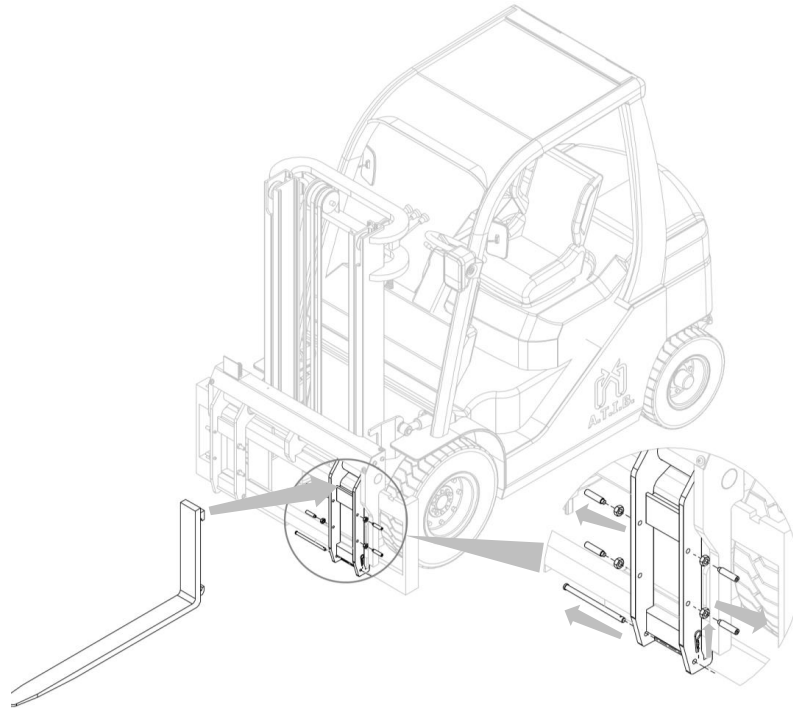

Figura 10
1. Applicare le forche, dopo aver svitato i fermi forca dei fodero e rimosso i perni inferiori (vedi Punto *Fissaggio Forche*) di fissaggio delle forche (vedi Figura 10).